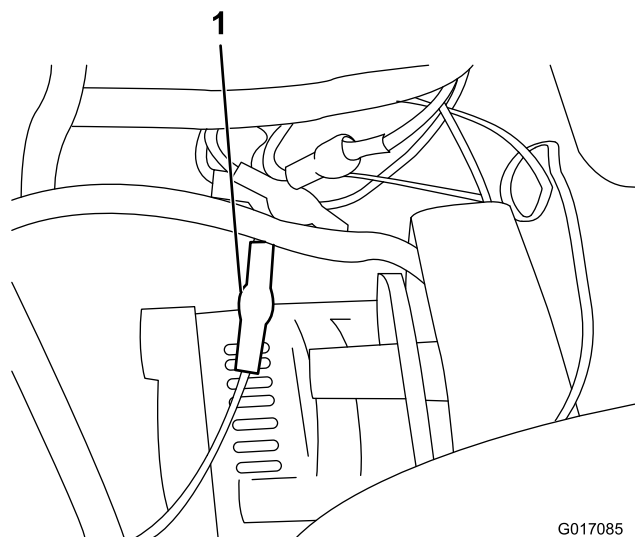

Figure 5
8. Connectez le câble à l'une des bornes disponibles du porte-fusibles (Figure 5).